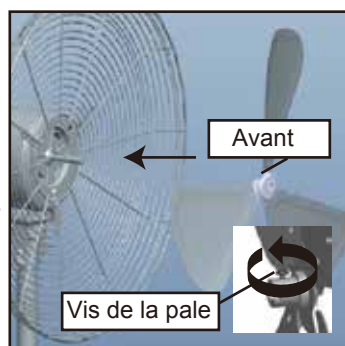

Figure 11.
3. Retirez le manchon en plastique de l'axe du moteur. Desserrez la **Vis** de l'arrière de la **Pale du ventilateur**, et glissez la Pale du ventilateur sur l'axe de moteur. **Figure 11.**